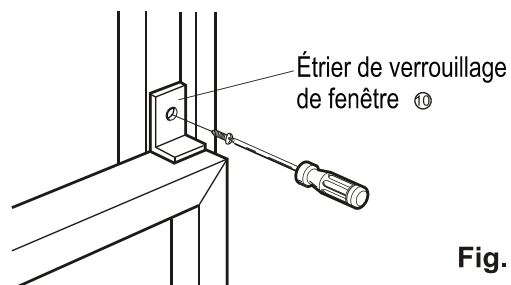

Fig. 9
12. Fixez l'étrier de verrouillage de fenêtre ⑩ à l'aide d'une vis de type C ⑨ (Fig. 9)